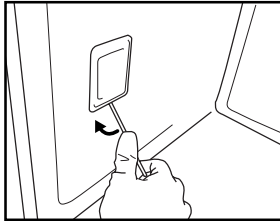

Fig. 7
3. Haga palanca hacia fuera con un destornillador hasta sacar la tapa (Fig. 7).